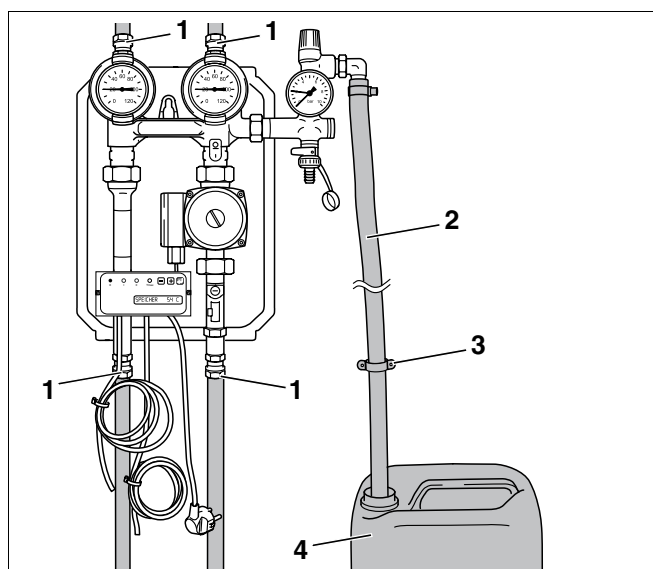

Fig. 14 Ligação da unidade completa KS 01.. R
- Ligue as tubagens ao colector e aos consumidores (termoacumuladores solares) por meio das uniões roscadas de anel de aperto (Fig. 14, **Item 1**). Proteja os componentes contra a torção.
- Faça a mangueira de purga (Fig. 14, **Item 2**) da válvula de segurança ir posteriormente até ao recipiente colector (Fig. 14, **Item 4**) e fixe a mangueira com uma abraçadeira bi-partida (Fig. 14, **Item 3**). Desta forma o fluido térmico empurrado por sobrepressão é recolhido e pode ser feito regressar ao circuito.